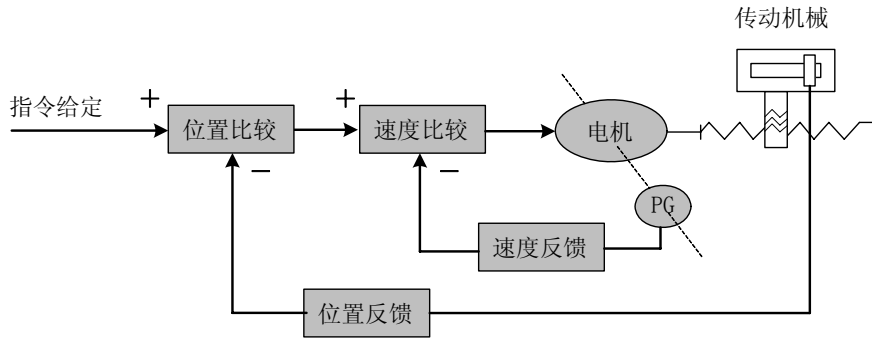
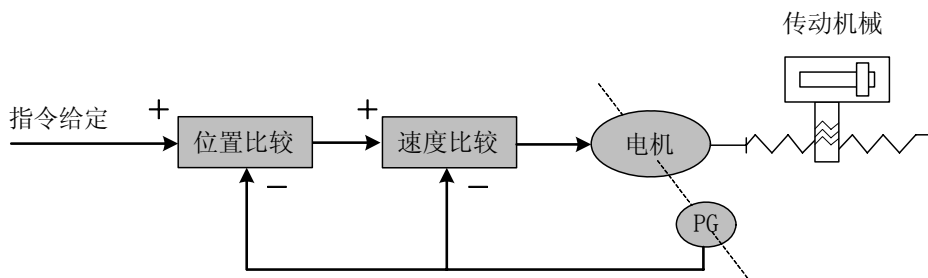

图 1-4 全闭环控制
图 1-5 半闭环控制
- **闭环控制:** 控制系统的被控量由反馈装置检出并输送给控制器，影响控制器的输出进而改变被控量。按反馈装置的检测点划分，闭环控制又分为**全闭环控制**和**半闭环控制**。反馈装置直接检测被控量用于反馈的称为全闭环控制（如图 1-4），机械位置为被控量，用安装在机械上的光栅尺作为位置反馈装置，以伺服电机的编码器作为速度反馈装置，实现了机械位置的全闭环控制。如果没有安装光栅尺，以伺服电机的编码器同时作为位置和速度反馈装置（如图 1-5），那么，这就是一个机械位置的半闭环控制。